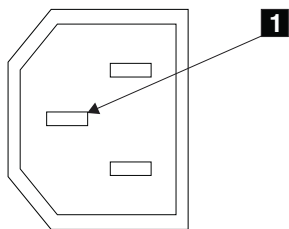

图 4. 接地插脚
6. 检查 SAN Volume Controller 2145-4F2 的机架和每个主电源接口的接地插脚之间的电连续性。接地插脚如图 4 中 **1** 所示。